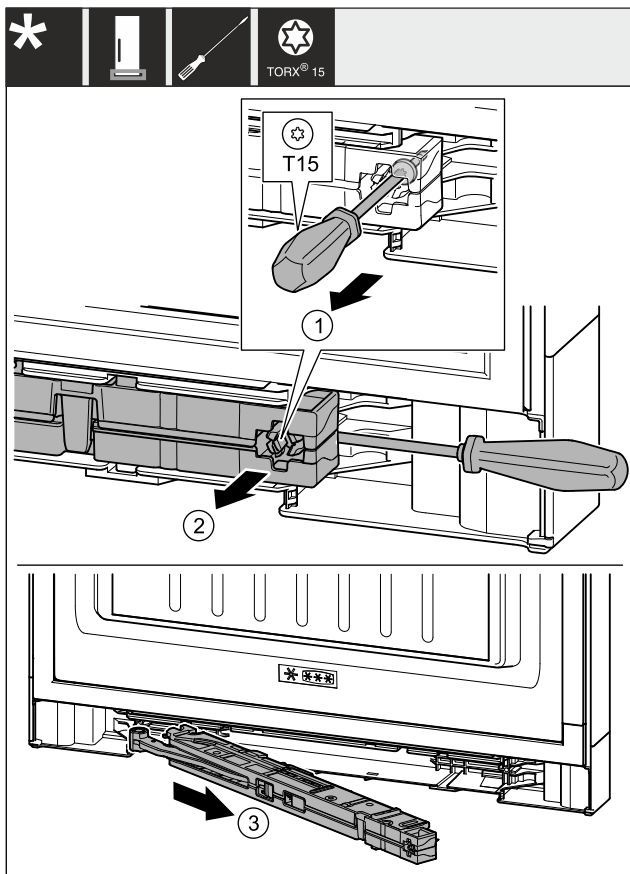

Fig. 7
- ▶ Desfaceți aprox. 14 mm șurubul de la unitatea amortizorului de închidere cu șurubelnița T15. Fig. 7 (1)
- ▶ Introduceți o șurubelniță pe partea mânerului în spatele unității amortizorului de închidere. Rotiți unitatea spre înainte. Fig. 7 (2)
- ▶ Scoateți unitatea. Fig. 7 (3)